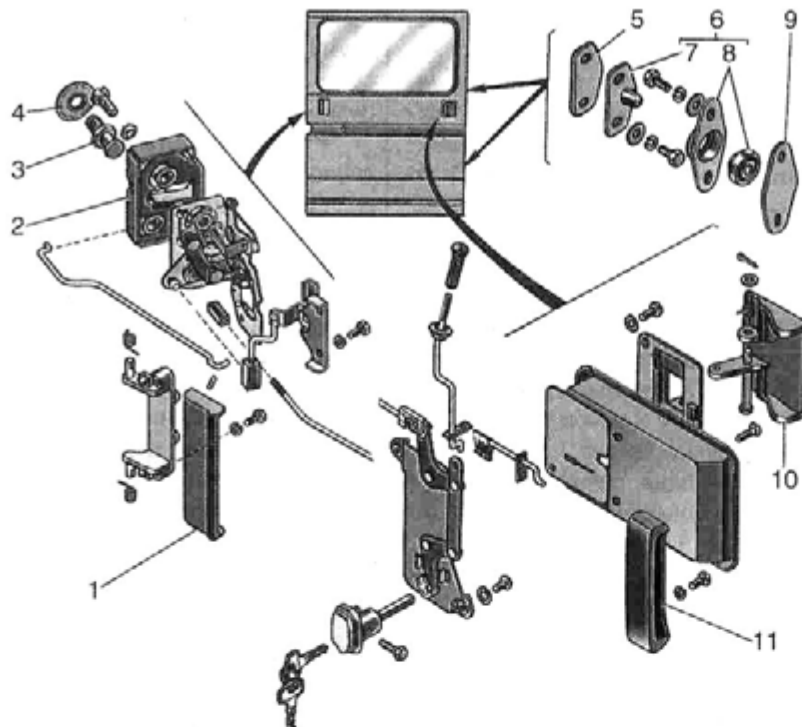

Рис. 9.11. Механизмы фиксации и запираания двери:
Замок, привод замка и механизмы фиксации боковой двери показаны на рис. 9.11.
Фиксация и запирание двери в проеме боковины обеспечивается (см. рис. 9.11):
- установить равномерно (разница не более 1 шт.) прокладки 5 и 9 (см. рис. 9.11) под шип и корпус фиксатора.
- при неплотной посадке шипа *7* (см. рис. 9.11) в гнездо и корпус *8* фиксатора.